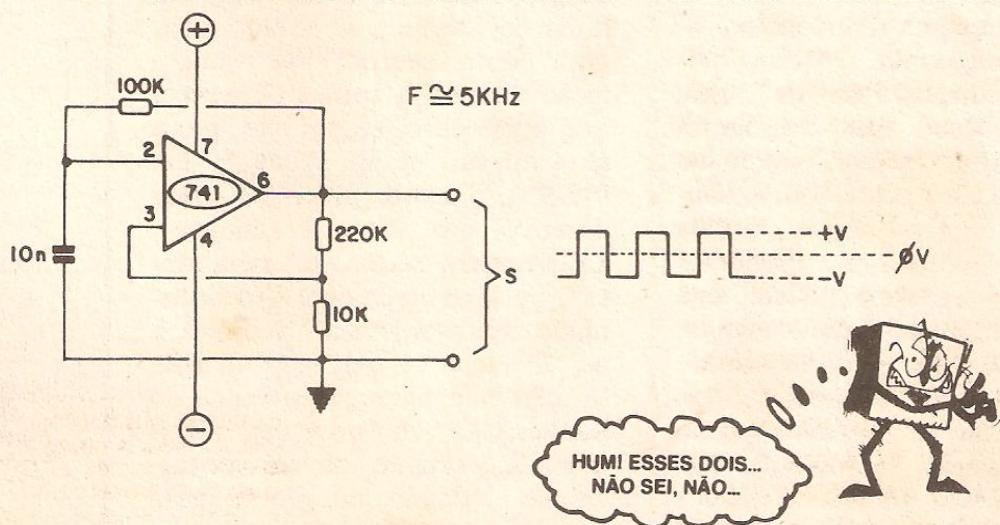

Fig. 16
**- FIG. 16 - O 741 CCMO OSCILADOR** - São várias as configurações nas quais podemos fazer um Amp.Op. oscilar... Algumas delas envolvem sofisticações e cuidados rigorosos, no sentido de determinar com grande precisão (e estabilidade...) a Frequência, com redes múltiplas RC, eventualmente em "ponte", em "Pf", em "T", etc. Tais casos particulares serão eventualmente vistos, em seus aspectos Teóricos, se e
quando forem realmente utilizadas as configurações em eventuais montagens práticas, no futuro... O diagrama da fig. 16, contudo, mostra o arranjo elementar de oscilação para um Amp.Op. como o 741: a primeira providência é efetuar-se a realimentação positiva (nós queremos que o amplificador fique "instável"...). Assim, parte do sinal presente na Saída (pino 6) é re-dirigida à Entrada Não Inversora (pino 3), sendo que a "dose" de realimentação é determinada pelos valores dos resistores presentes no divisor de Tensão (no caso, 220K e 10K...). Para a determinação do ganho do bloco, temos que nos valer do controle da realimentação negativa, entre a Saída e a Entrada Inversora (pino 2), o que é feito, no circuito exemplo, pelo resistor de 100K. Finalmente, a "temporização" ou defasamento necessário à manutenção da oscilação e fixação da Frequência, é promovido pela presença do capacitor (10n, no exemplo). Na verdade, todos os componentes externos ao Amp.Op. são, em maior ou menor grau, "responsáveis" pela Frequência da oscilação, mas, na prática, podemos considerar que o ritmo da manifestação será inversamente proporcional ao valor do capacitor (maior valor = Frequência mais baixa, menor valor = Frequência mais alta...). Como geralmente pré-fixamos o ganho, não é comum que num circuito de oscilador com Amp.Op. recorramos a modificações calculadas no resistor de realimentação (100K,